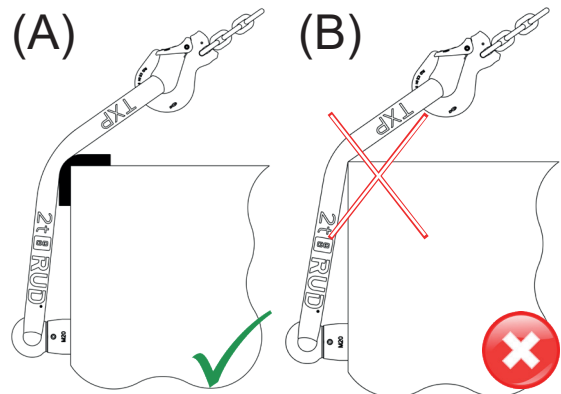

Abb. 4: A: Zulässige Anwendung mit Kantenschutz
- TXP-Rundschlingen dürfen nicht an scharfe Kanten angelegt, über diese gleiten und/oder über diese gezogen werden (Abb. 4). Die TXP-Rundschlinge kann beschädigt oder durchtrennt werden (vgl. Abschnitt 4).